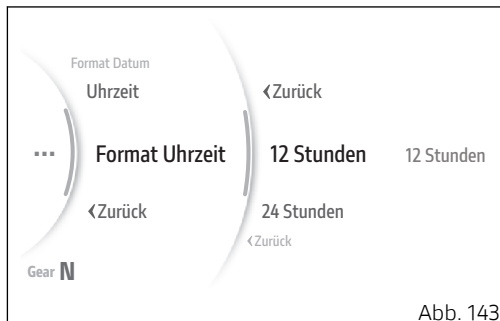

Abb. 143
- Im „Interactive Menu“ über die Tasten (1) und (2) die Angabe „Einstellungen“ markieren, dann auf ENTER (3) drücken.
- Die Angabe „Tag und Zeit“ markieren, dann auf ENTER (3) drücken.
- Die Angabe „Format Uhrzeit“ markieren, dann auf ENTER (3) drücken.
Die Formate „12 Stunden“ und „24 Stunden“ (Abb. 143) werden angezeigt. Über die Tasten (1) und (2) ist das Scrollen und Wählen des gewünschten Formats möglich. Zum Bestätigen auf ENTER (3) drücken.